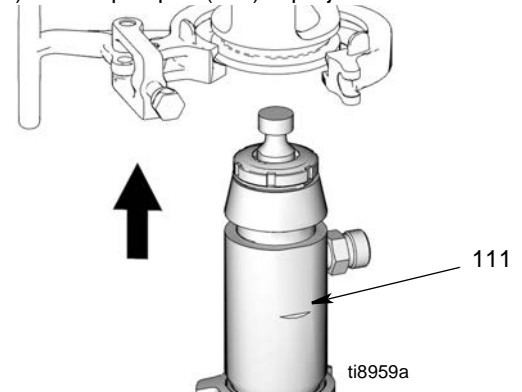

FIG. 20
1. (Fig. 20) Installér pumpestangen i justeringsstøbningen og træk pumpen for at forlænge stangen, hvis dette er nødvendigt.